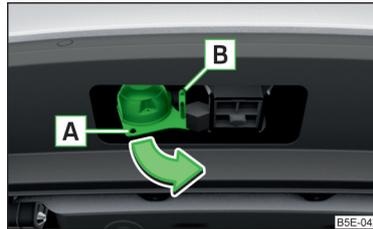

Abb. 178
- Die 13-polige Steckdose im Bereich **A** fassen und in Pfeilrichtung ausschwenken » Abb. 178.
- Den Stecker des Anhängerkabels in die 13-polige Steckdose **A** » Abb. 178 einstecken.
- Das Abreißseil des Anhängers aus der Sicherungsöse **B** » Abb. 178 aushängen.
- Die 13-polige Steckdose im Bereich **[A]** fassen und entgegen der Pfeilrichtung einschwenken » Abb. 178.